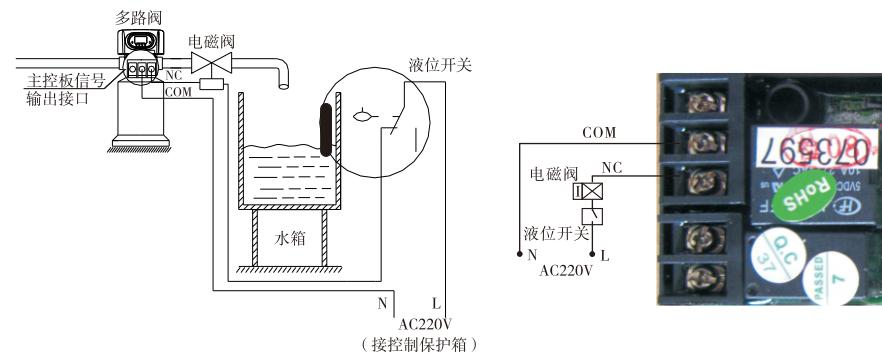

图3-1 控制出口电磁阀的接线图
①通过控制出口电磁阀来控制水箱液位
**应用说明：**当需要出水口在再生过程中无硬水流时（主要是旋转过程中无硬水流出。控制阀到达反洗、吸盐等各工位时，出水口自动无硬水流），可在出水口加装电磁阀，其接线方式如图3-1：